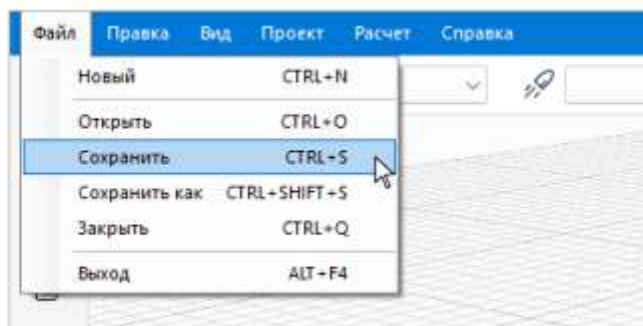

Рисунок 4.4.3 – Сохранение проекта
- выполнив команду ***Файл → Сохранить*** (см. Рис. 4.4.3);
- выполнив команду **Файл → Сохранить** (см. Рис. 4.4.3);